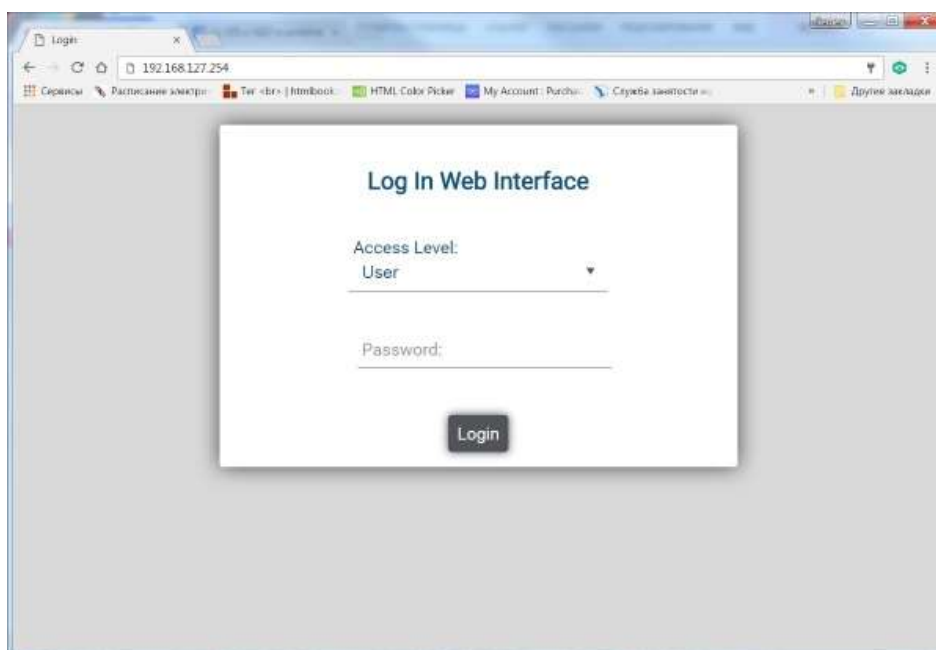

Рис. 6.1
- Введите в адресной строке браузера адрес приемопередатчика по умолчанию (для приемопередатчика с индексом Ni – **192.168.127.254**, для приемопередатчика с индексом Lo – **192.168.127.253**). Откроется веб-страница с меню доступа к параметрам приемопередатчика, рис.6.1.